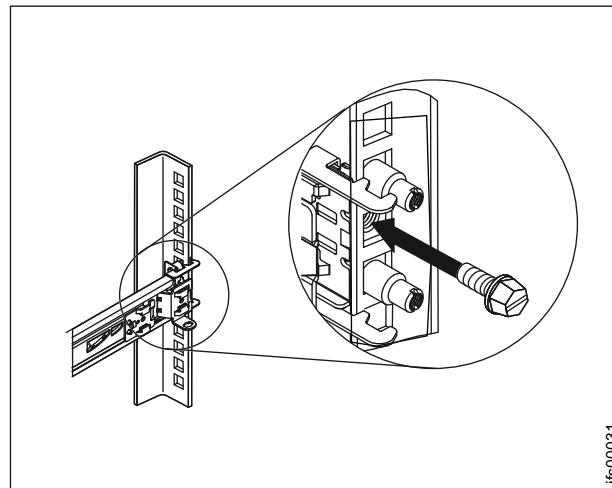

図 41. ケーブル・マネジメント・アームおよびファイル・モジュールを配送のためにラック内に固定（必要な場合）
11. 図 41 に示すように、スライド後部に M6 ねじを挿入します。必要に応じて、ケーブル・タイを使用して、ケーブル・マネジメント・アームの固定されていない方の端をラックに固定します。図 41 を参照してください。